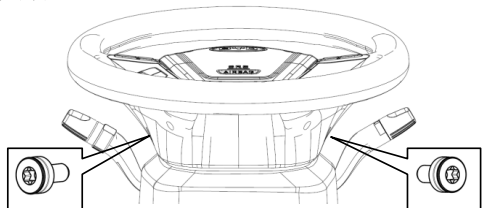

图 4-14
① 对齐转向盘两侧的小圆孔，用 TX30#套筒松开两个内六角螺钉。如图 4-14 所示。